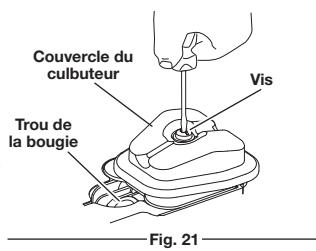

Fig. 21
- Retirez la vis maintenant le couvercle du culbuteur à l'aide de l'outil approprié (Fig. 21). Retirez le couvercle du culbuteur et le joint.
- le piston est au sommet de sa course en inspectant le trou de la bougie (Fig. 21) ;
- Remettez en place le couvercle du culbuteur en utilisant un nouveau joint (Fig. 21). Serrez la vis à : 20–30 in•lb (2,2–3,4 N•m).